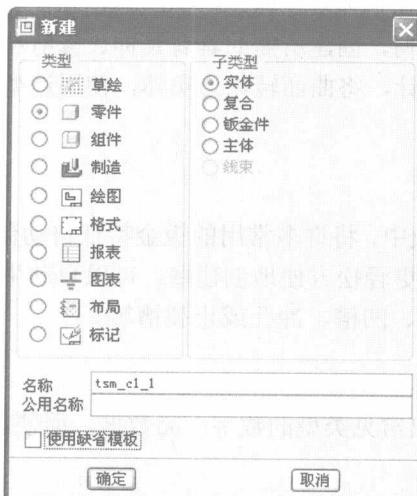
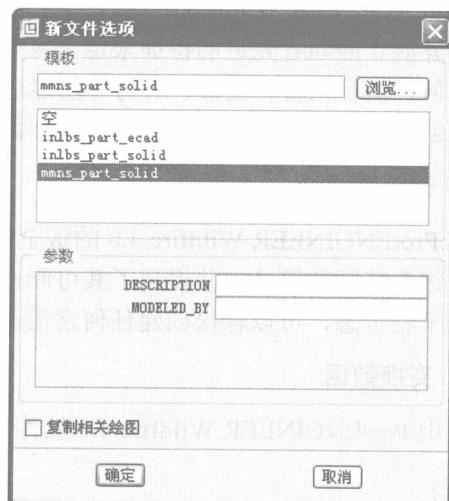

图 1-3 “新建”对话框
图 1-4 “新文件选项”对话框
(1) 在工具栏中单击 $\square$ (创建新对象)按钮，或者从菜单栏中选择“文件” $\rightarrow$ “新建”命令，打开“新建”对话框。
(2) 在“类型”选项组中选择“零件”单选按钮，在“子类型”选项组中选择“实体”单选按钮。
(3) 在“名称”文本框中输入“tsm\_c1\_1”，然后单击“使用缺省模板”复选框以取消其勾选，此时，“新建”对话框如图 1-3 所示。
(4) 在“新建”对话框中单击“确定”按钮，打开“新文件选项”对话框。
(5) 在“模板”选项组中选择 mmns\_part\_solid，如图 1-4 所示，然后单击“确定”按钮，进入零件设计模式。